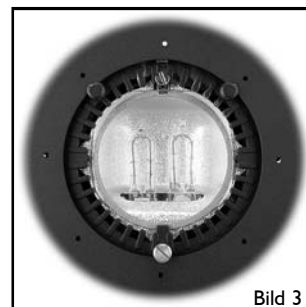

Bild 3
- Stecken Sie den ausgeschraubten Rändelbolzen mit seiner Führungsnut auf den inneren Rand des Drehtellers und schrauben Sie ihn in das Leuchtgehäuse (Bild 3).